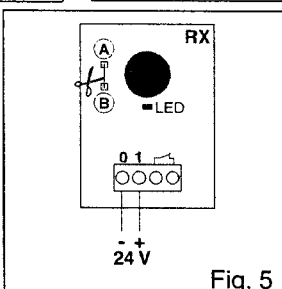

Fig. 5
(Fig. 5) Collegare il contatto N.C. — ai contatti di sicurezza o stop del Quadro Elettronico.
- 4.1 Tagliare il ponticello nei punti [A] e [B] di RX (fig. 5). La portata massima diventa circa 15 m.
Il contatto N.C. (fig. 5) diventa N.O. — e v† collegato ai morsetti 1-3 (apertura) o 1-5 (passo-passo) del Q.E.
Optically align RX and TX (fig. 8). Securing may be made either directly on the wall with Xel2, or on XelCB, XelCA, Xel2C columns. Wire up as shown in figs 5 and 6.